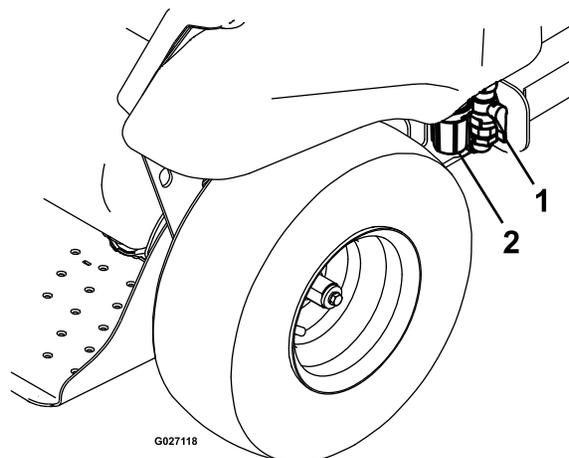

Figura 47
- Gire la maneta de la válvula de alimentación de la bomba de fumigación 90° en sentido antihorario (Figura 47).
- Coloque un recipiente debajo del filtro (Figura 47).
- Gire la maneta de la válvula de alimentación de la bomba de fumigación 90° en sentido horario (Figura 47).